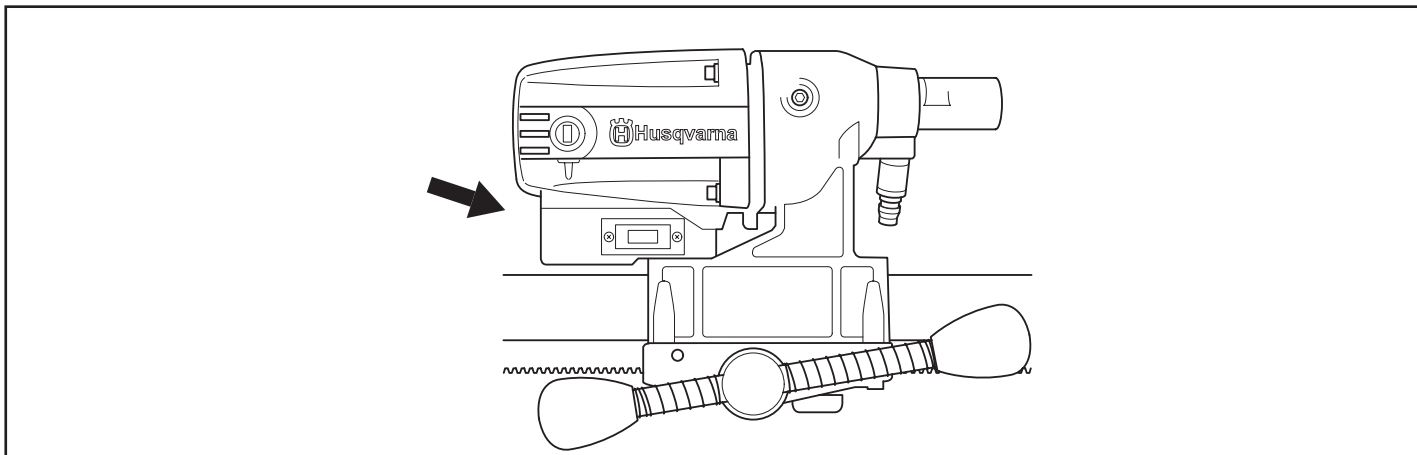

Fig. 6
**(PT)** • A ligação é feita a uma tomada com ligação à terra (Fig. 7), onde a tensão nominal coincide com a indicada na chapa que se encontra na face lateral da máquina (Fig. 6).
**(GB)** • The connection is made using a protected, earthed outlet (Fig 7) with an output voltage that agrees with the voltage that is stated on the plate on the side of the machine (Fig. 6).